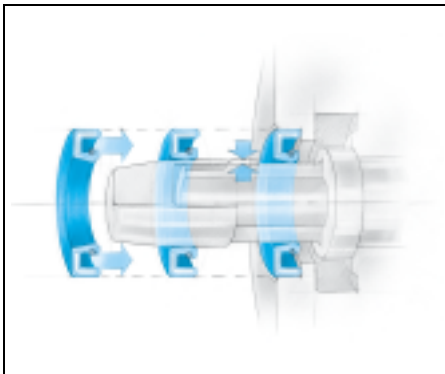

Рис. 2.45 Монтаж через шлицевой конец вала (также при остроугольных уступах вала)
- При монтаже через шлицевой конец вала канавку на валу необходимо закрыть защитным чехлом (→ Рис. 2.45), чтобы избежать повреждения рабочей кромки.